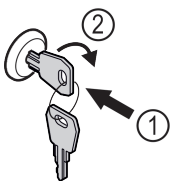

Fig. 73 Ilustrační zobrazení
- ▶ Klíč zasuněte dovnitř *Fig. 73 (1)*.
- ▶ Otáčejte klíčem o 90° ve směru hodinových ručiček *Fig. 73 (2)*.